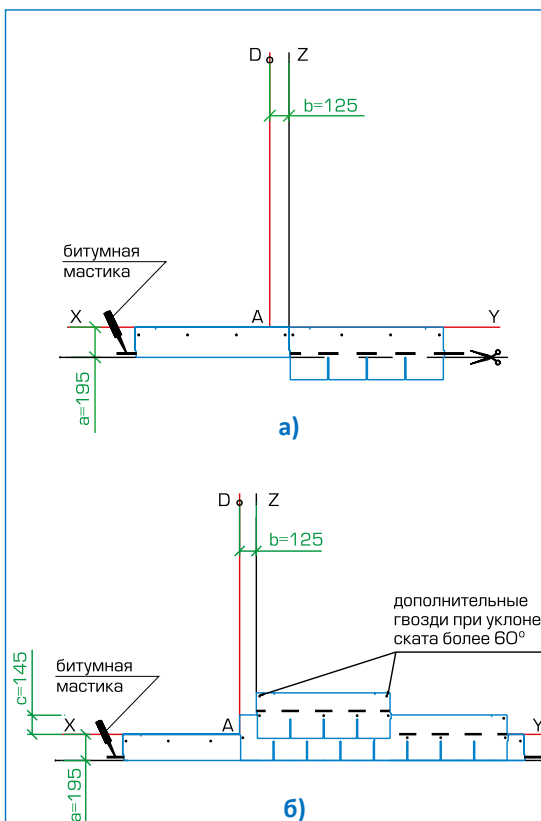

Рис. 2
Укладка материала (рис. 2)
- Начальный ряд формируется из листов черепицы АКТИРУФ обрезанных по линии образованной конечными точками вырезов. Полученные таким образом полосы шириной 19,5 см укладываются по линии карниза в обе стороны от линии Z (рис. 2а) и фиксируются по нижнему краю битумной мастикой, а по верхней кромке 4 гвоздями (ось гвоздей на 5 см ниже верхнего края полосы);
- далее первый ряд черепицы укладывается от линии AD (рис. 2б);
- второй ряд укладывается от линии Z (со смещением 12,5 см от AD) (рис. 2б);
Каждый лист гибкой черепицы АКТИРУФ крепится 4 гвоздями (ось гвоздей на линии битумных клеевых полос) таким образом, чтобы гвоздь прошивал и верхний край низлежащего листа черепицы (рис. 2б).